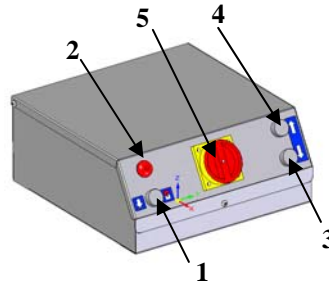

Fig.12
6. BEDIENING EN GEBRUIK (Fig.12)